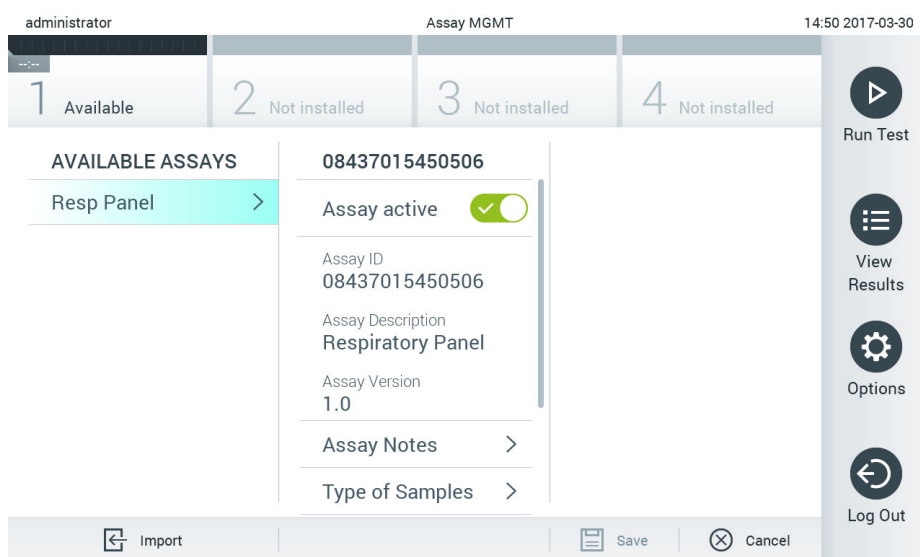

Bild 66. Hantera tillgängliga analyser.
1. Tryck på knappen Options (Alternativ) och därefter knappen Assay Management (Analyshantering) för att komma till skärmen Assay Management (Analyshantering). De tillgängliga analyserna listas i den första kolumnen av innehållsområdet (bild 66).